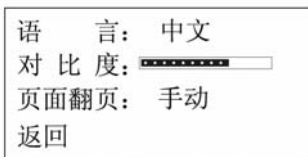

图 4-21
(1) 进入设置显示参数接口可对语言、对比度以及页面翻页方式设置。见图 4-21